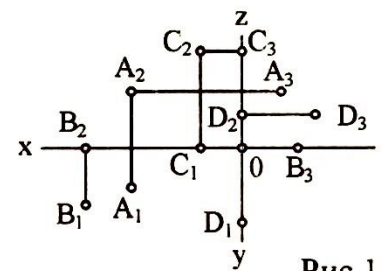

Рис. 1
6. Какая точка (рис.1) лежит в горизонтальной плоскости проекций? _____
7. Какая из точек A, B, C, D (рис. 1) наиболее удалена от горизонтальной плоскости проекций?
8. Какая координата (x, y, z) точки A (рис. 1) имеет меньшее числовое значение?